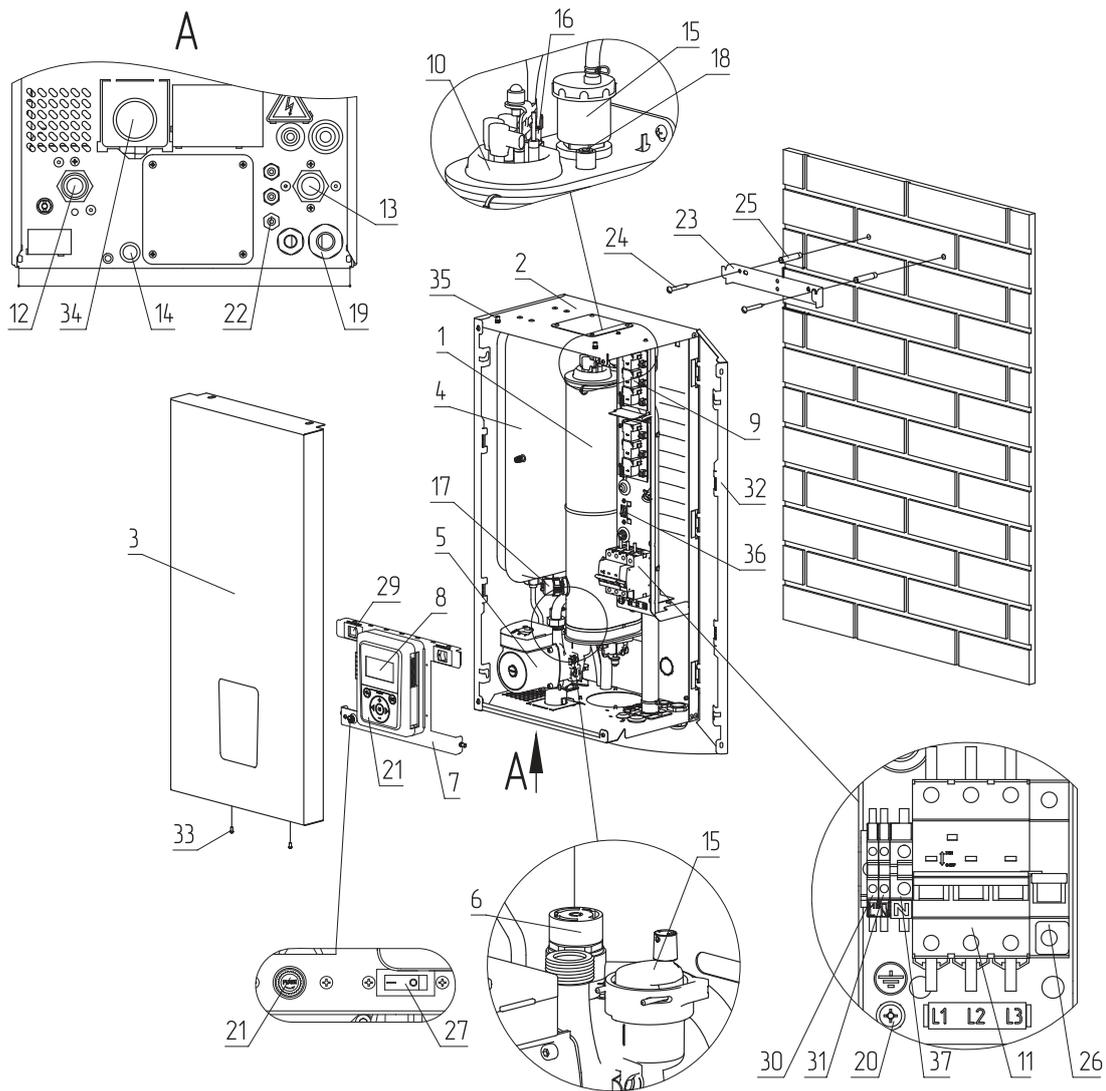

Рис.2 Устройство котла ZOTA MK-X Slim 6-24 кВт
Закрепите настенный кронштейн на вертикальной поверхности в необходимом месте с помощью шурупов, входящих в комплект, и установите на него котел, как показано на **Рис.2**;
- извлечь перемычки (**Рис.2, поз.32**);
- подключить провода фазы «L» к колодке (**Рис.2, поз.30**);
- подключить провода нейтрали «N» к колодке (**Рис.2, поз.31**).
- включить вводной автомат (**Рис.2, поз.11**) вместе с расцепителем в верхнее положение;
- перевести выключатель (**Рис.2, поз.21**) в положение ВКЛ;